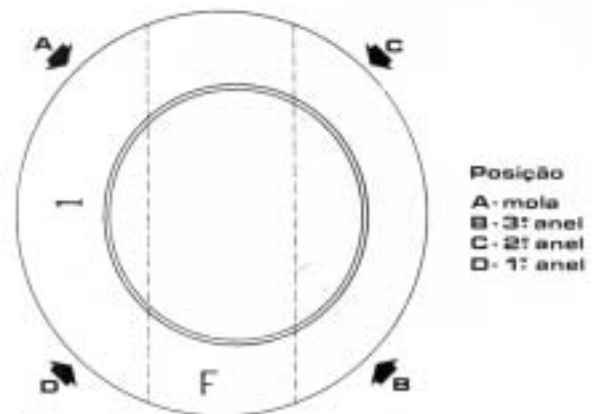

FIG 20
6. Posicione as pontas dos anéis de segmento no pistão, conforme o esquema da **Fig. 20**.